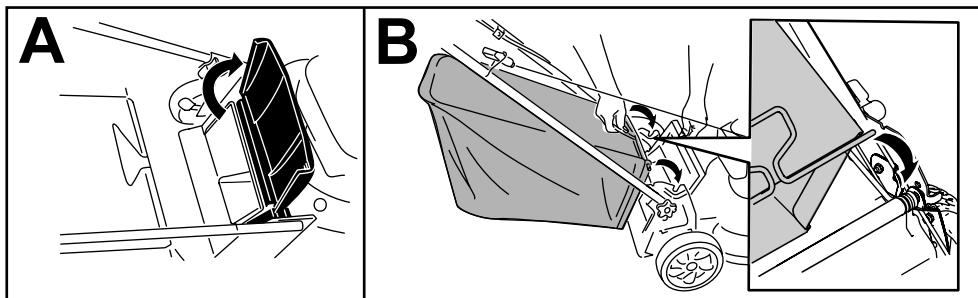

Figura 16
1. Sollevate il deflettore posteriore e tenetelo sollevato (A di Figura 16).
2. Montate il cesto di raccolta, accertandovi che i suoi perni siano inseriti nelle tacche presenti sulla stegola (B di Figura 16).
essere in modalità di RACCOLTA come illustrato nella Figura 16.